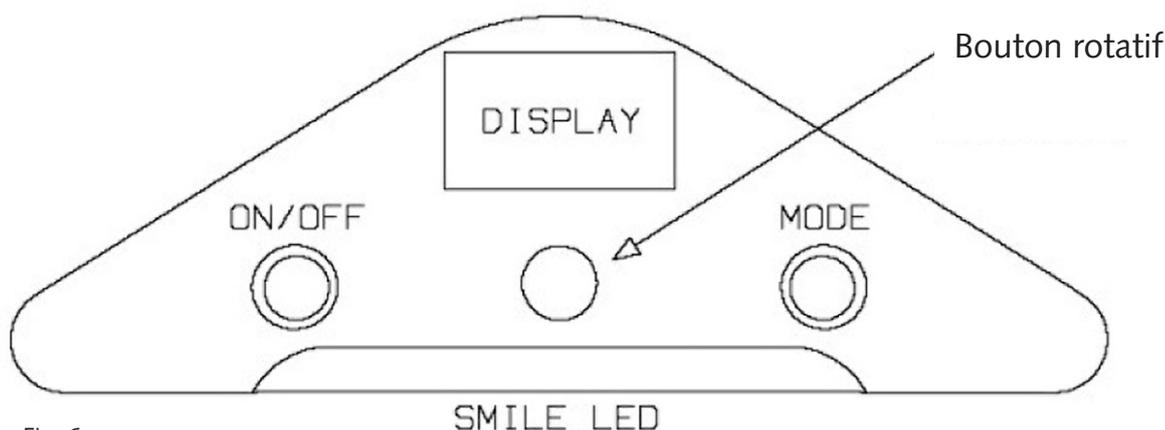

Fig. 6
7.1 Description du panneau de commande Référez-vous à la Fig. 6.